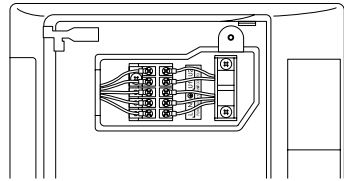

Fig. 3-22
(4) Enrute el cableado entre unidades desde la parte posterior de la unidad interior y tire de él hacia la parte delantera para efectuar la conexión. (Fig. 3-22)
(5) Conecte el cableado entre unidades a los terminales correspondientes de la placa de terminales (Fig. 3-22) consultando el diagrama de cableado.
(6) Compruebe que asegura el cableado con la abrazadera suministrada.